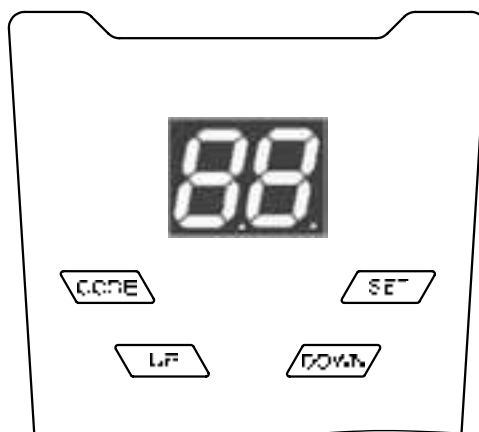

Рис. 5. Панель управления
- Сразу после включения вилки в розетку кратковременно загорится лампа освещения (подсветка), а индикатор на панели управления привода (Рис. 5) отобразит цифры от «99» до «11», после чего привод перейдет в режим ожидания (на индикаторе высветятся символы «--»). Если вышеописанной индикации нет, отключите привод из розетки и внимательно проверьте все подключения (сверьтесь с разделом «Неисправности и рекомендации по их устранению»).
- Если к приводу подключены фотоэлементы, необходимо проверить приемник (RX). Если индикатор приемника не светится или моргает, это означает, что сигнала нет или сигнал прерывается из-за неточной регулировки фотоэлементов. Функция использования фотоэлементов должна быть предварительно активирована (см. раздел «Настройки»).
Настройка привода осуществляется при помощи панели управления (Рис. 5), на которой расположены четыре кнопки и индикатор (сдвоенный 7-сегментный индикатор).